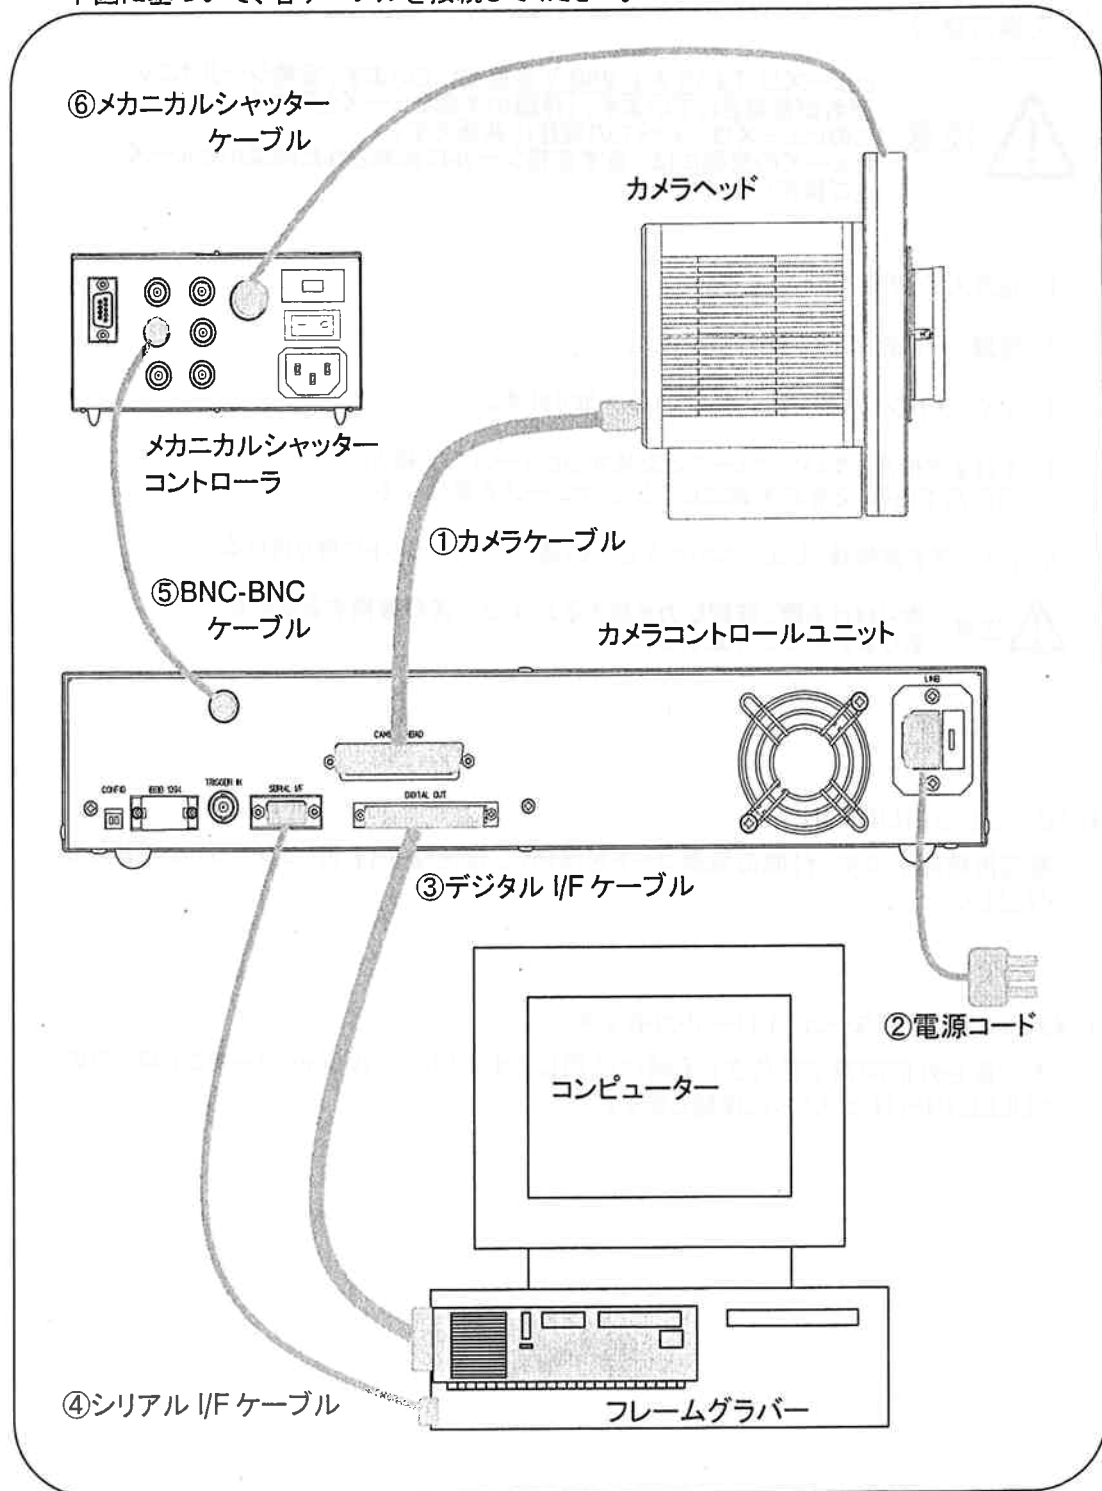

図 7-1
- (1) 図 7-1 に示されているようにケーブルを接続してください。
- (2) 本装置の電源を **ON** にします。
- (3) 空冷ファンが正常に回転をし、空気が循環していることを確認します。